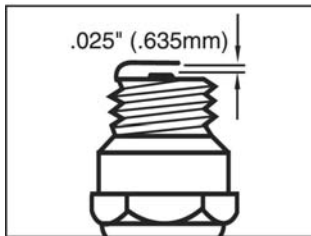

Рис. 11
1. Промежуток свечи зажигания = .025" (.635mm) (Рис. 11).